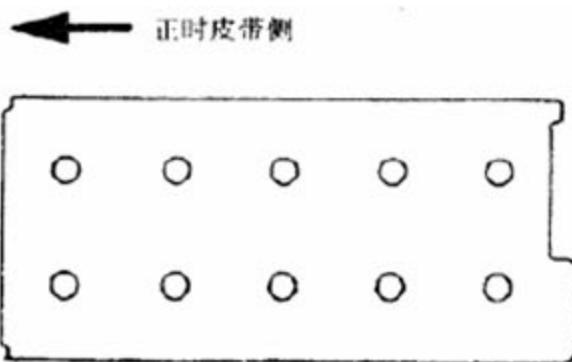

图3-32
D). 按如图 3-32 所示顺序拧紧螺栓，直到每个螺栓达到力矩 49N · m。
F).按如图 3-32 所示顺序重新拧紧螺栓，直到每个螺栓达到力矩 20 N·m。